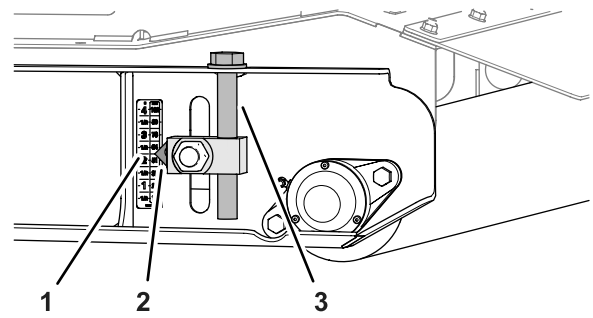

図 83
5. 後ローラのところで、左右の刈高アジャスタを、デカルの57 mm 2¼"マークに合わせて図 83。